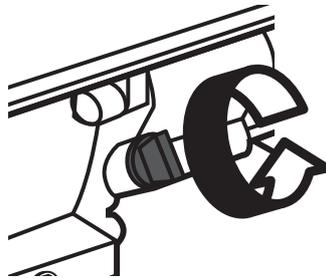

Abb. 1
2. Lösen Sie den Öltankdeckel (8), indem Sie diesen gegen den Uhrzeigersinn drehen (Abb. 1).